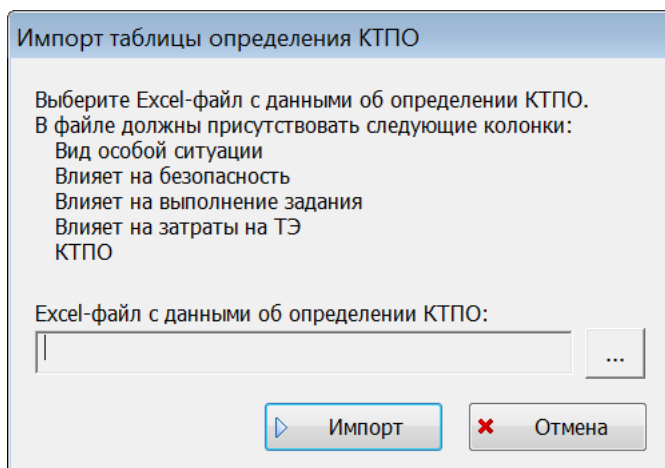

Рис. 11-128 – Диалоговое окно для выбора обменного файла с матрицей для определения КТПО
– Верхняя часть окна настроек включает матрицу, используемую при автоматическом назначении КТПО вершинным ФО по их атрибутам. Матрица представляет собой таблицу со всеми возможными сочетаниями атрибутов и указанием того, какое значение КТПО следует назначить для каждого сочетания. Значения для матрицы могут быть загружены из файла Excel. При нажатии кнопки «Загрузить» открывается диалоговое окно для выбора обменного файла (рис. 11-128). В окне приводятся требования к его оформлению.